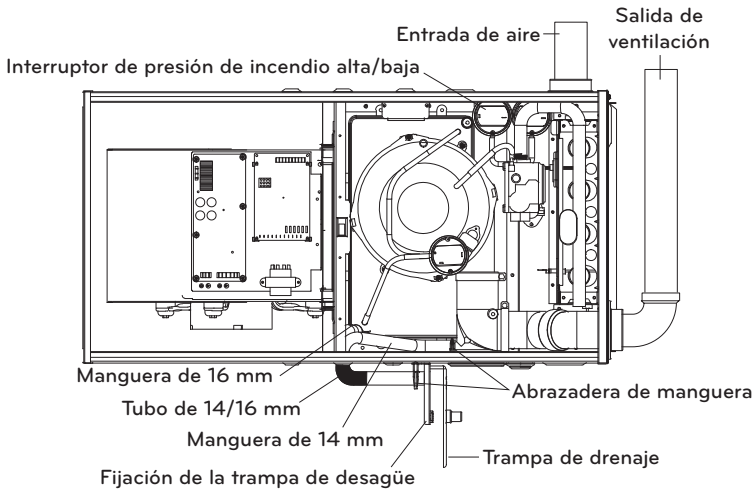

Fig. 6-9 Instalación horizontal del lado derecho
1. Descarga de aire hacia la derecha y ventilación a través del panel superior del horno (ver Fig. 6-9)